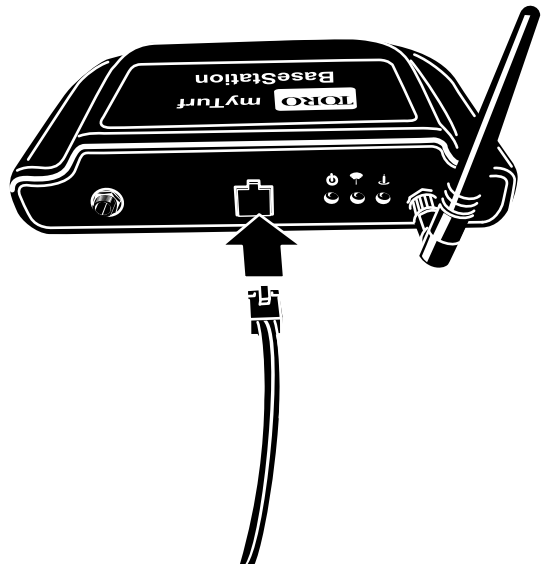

Bild 7
3. Schließen Sie ein Ende des Ethernetkabels an der Basisstation und das andere Ende an einer dedizierten Internetverbindung an (Bild 7).